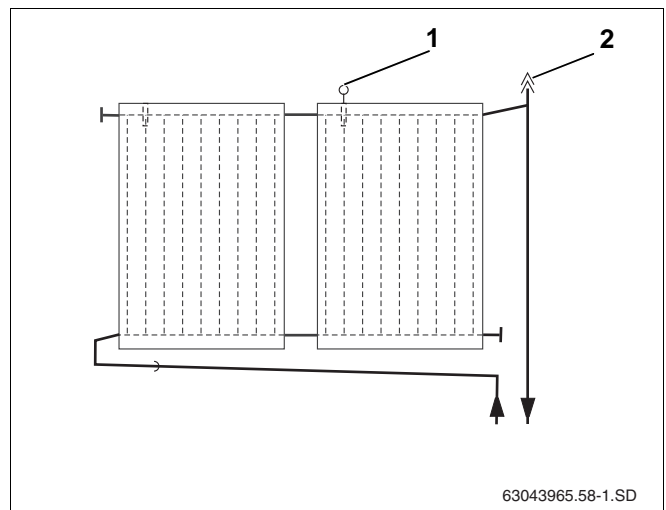

Fig. 54 Luftpotte med udlufter til fremløbstilslutning
Hvis solvarmeanlægget skal udluftes med en automatisk udlufter (tilbehør) på anlæggets højeste punkt, skal fremløbsledningen lægges med stigning til udlufteren (fig. 54, **pos. 2**) og returledningen med stigning til solfangerne (fig. 54).